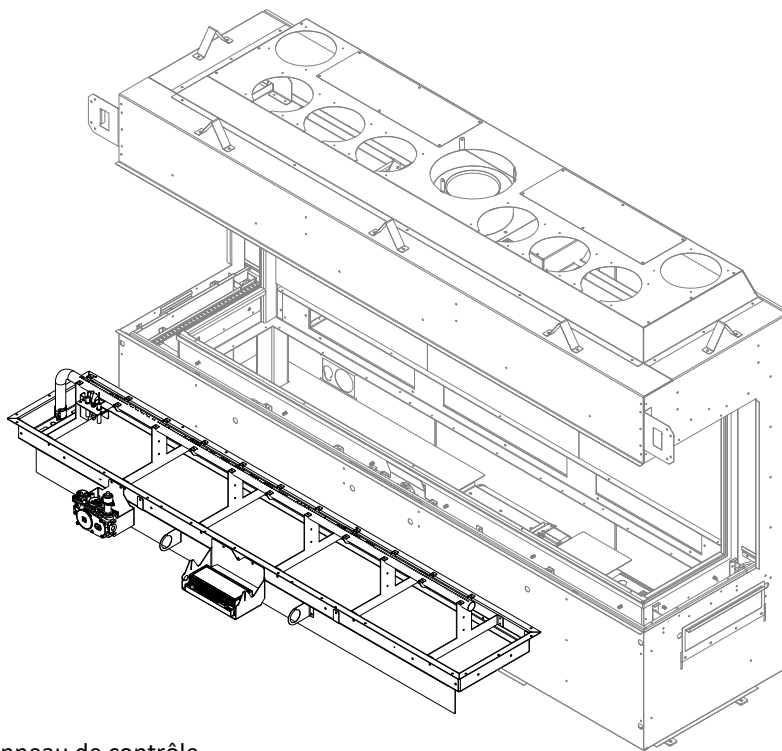

Figure 4.20 - Retrait du panneau de contrôle
6. Retirez les (24) vis à métal qui retiennent le panneau de contrôle au bas de la chambre de combustion. Figure 4.20.
7. Commencez par tirer pour sortir le panneau de contrôle. En soulevant le panneau de contrôle, vous devrez l'incliner vers vous pour que la valve de gaz et le module de contrôle puissent pivoter dans l'ouverture. Soulevez le panneau de contrôle pour accéder à l'espace sous le panneau de contrôle. Figure 4.20.